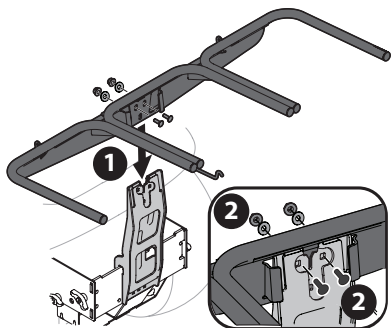

Figura 6
1. Instale (1) y asegure (2) el conjunto de suspensión (683-04498B) al soporte vertical utilizando dos pernos de carro (710-0276), dos arandelas de copa (736-0242) y dos tuercas de seguridad (712-04063) del paquete de herrajes (689-02364). No lo apriete demasiado. Véase Figura 6.